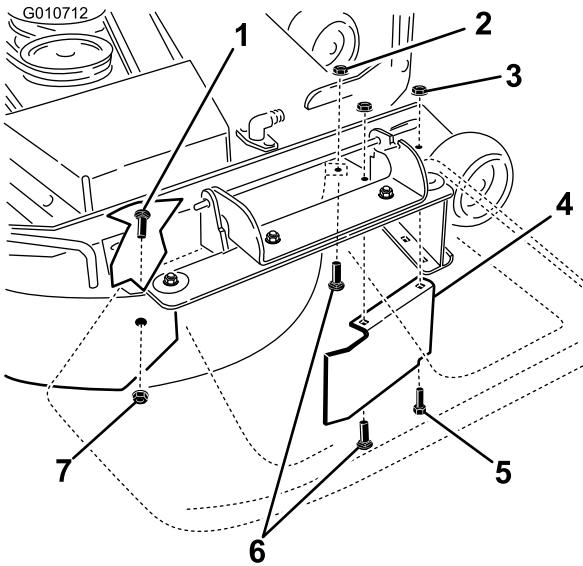

Figure 37
9. Sur la paroi arrière du plateau de coupe, retirez le boulon de carrosserie Bolt5_16x3_4; et le contre-écrou (5/16 inch) qui fixent le déflecteur au plateau (Figure 37).
10. Trouvez la protection du déflecteur sur le bord avant de l'ouverture d'éjection latérale. Retirez les fixations qui maintiennent la protection du déflecteur droit sur le plateau de coupe, comme indiqué à la Figure 37. Déposez le déflecteur et conservez toutes les fixations.
13. Placez les fixations retirées précédemment dans les trous avant de la plaque d'éjection et le trou à l'avant du plateau de coupe (Figure 37).